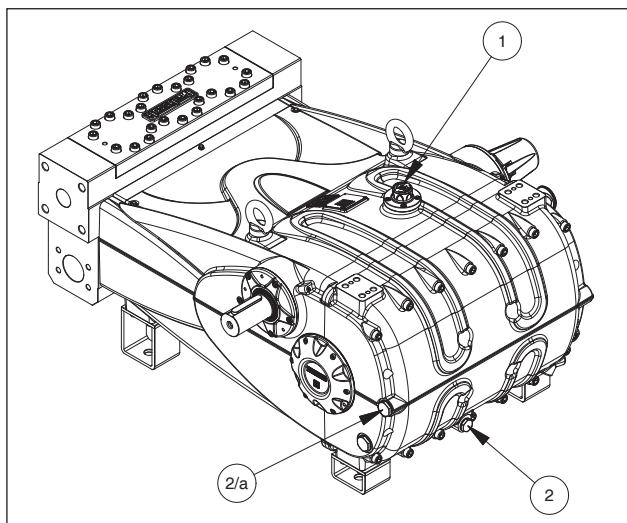

Fig. 1
Las operaciones de reparación de la parte mecánica deben ser realizadas después de haber retirado todo el aceite del cárter. Para eliminar el aceite es necesario retirar la varilla de nivel de aceite pos. ①, Fig. 1 y a continuación el tapón de descarga pos. ②, Fig. 1 situada en la parte trasera del cárter. En la versión vertical, utilizar el tapón pos. (2/a).